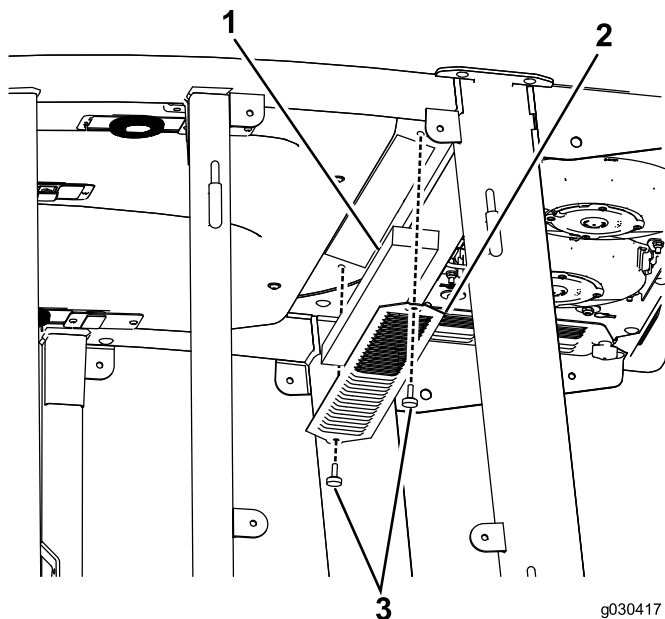

Figura 53
1. Rimuovete le viti a testa zigrinata e le griglie sia dal filtro dell'aria interno alla cabina, sia da quello sulla parte posteriore della cabina (Figura 53).